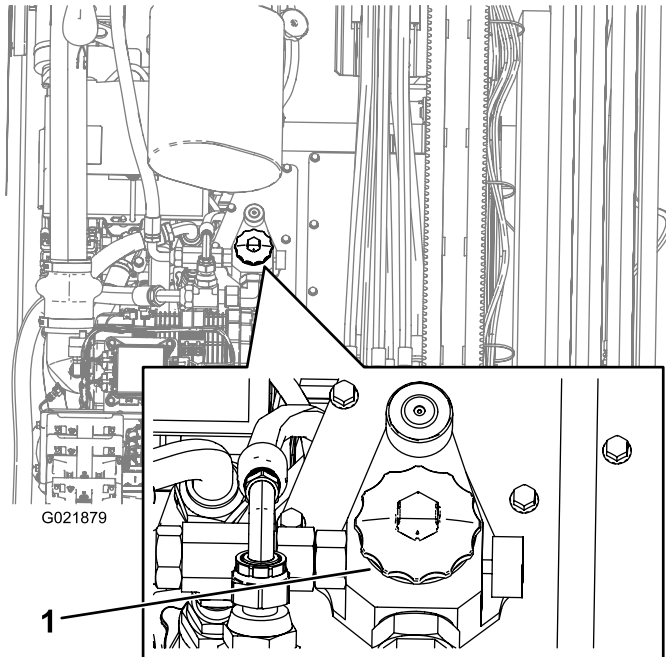

**Figure 147**
4. Ouvrez le bouchon du réservoir hydraulique (Figure 147).
10. Placez un bac de vidange sous le filtre et enlevez le filtre (Figure 147).